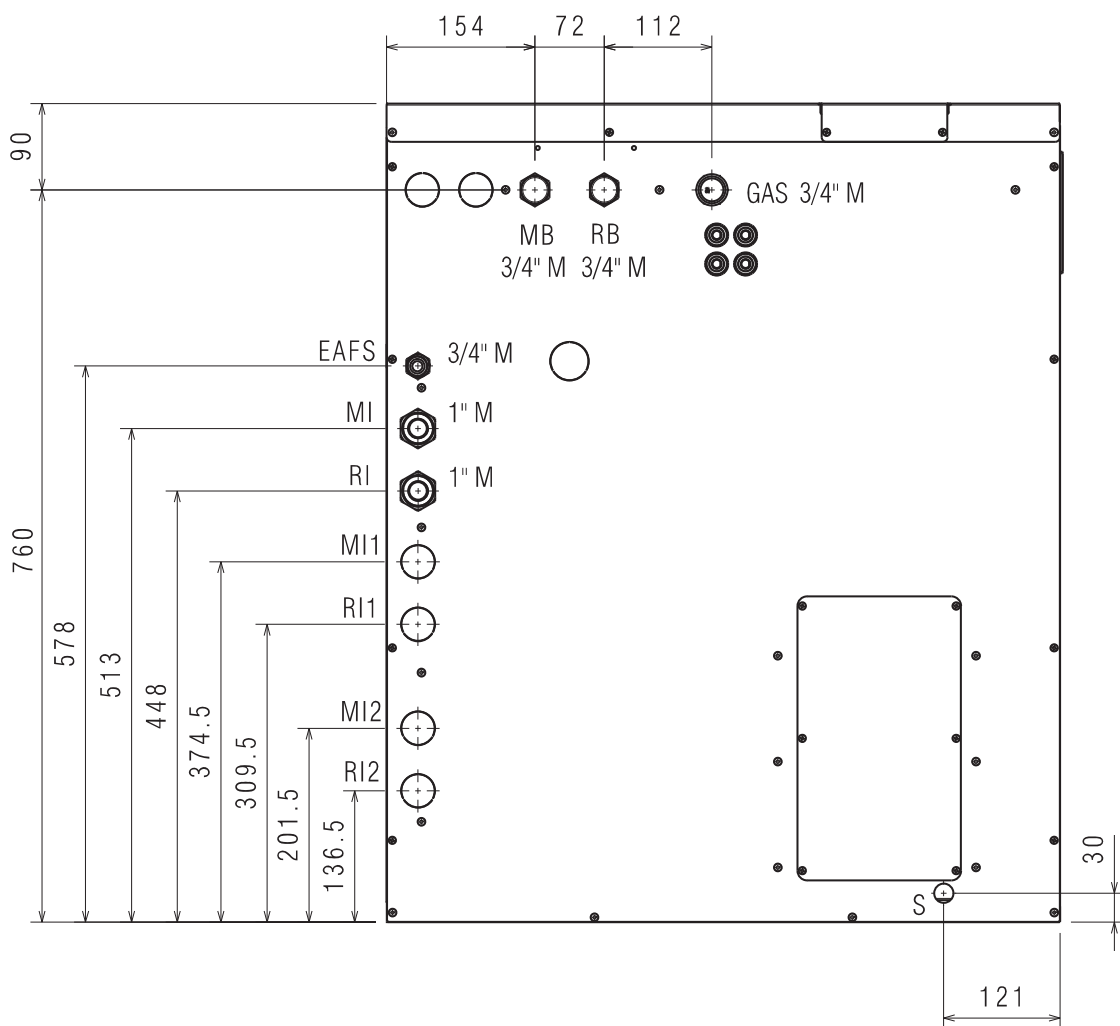

Fig. 3.2
- ⚠ Predisporre un tubo di raccolta della condensa della caldaia da collegare all'attacco (S) e convogliarlo nello scarico delle acque bianche, nel rispetto delle Norme Vigenti.
Individuare il tubo corrugato di scarico condensa (S) (Fig. 3.2) posto nella parte posteriore della caldaia e convogliarlo nello scarico delle acque bianche e nel rispetto delle Norme Vigenti.